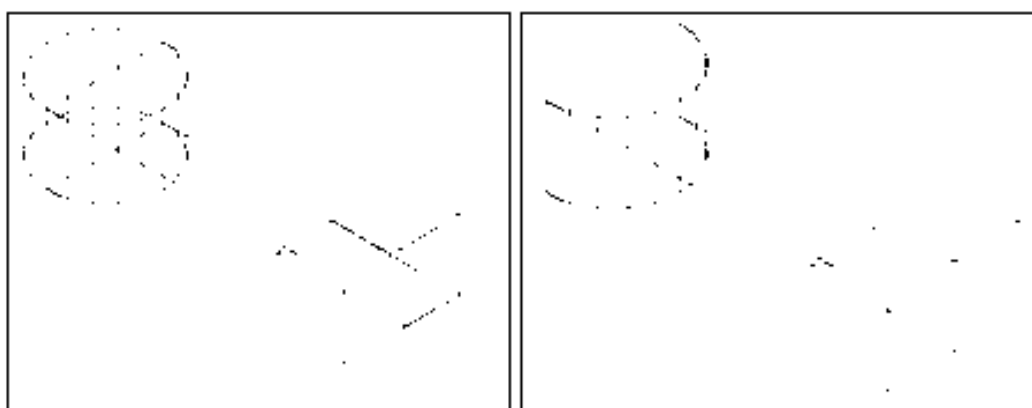

Рисунок 17 - К заданию 2.2.6
2.2.6 Сформировать тело путем вычитания (рисунок 17).